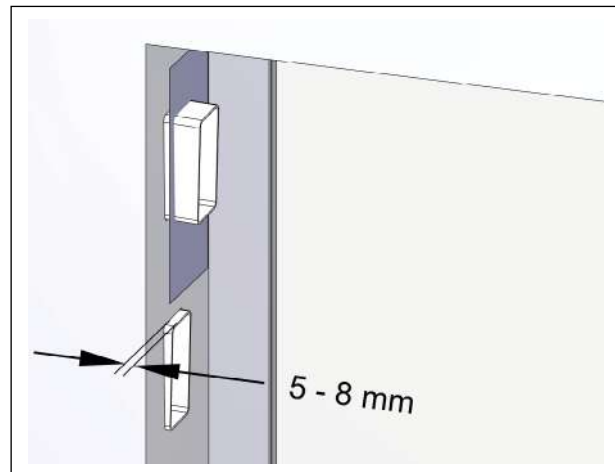

Abb. 3: Überstand der Flachkanäle über den Außenputz an der Fensterlaibung
- Die Flachkanäle wurden so gekürzt, dass diese den geforderten Überstand von 5 mm bis 8 mm (siehe Abb. 3) über den Außenputz an der Fensterlaibung aufweisen.